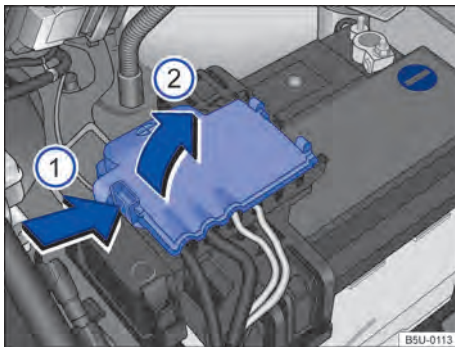

Fig. 149 Compartimento do motor: acesso ao terminal positivo da bateria.
- Abrir a cobertura do polo positivo. Para abrir pressionar a trava no sentido da seta → Fig. 149 (1), rebater a cobertura para o lado no sentido da seta (2).